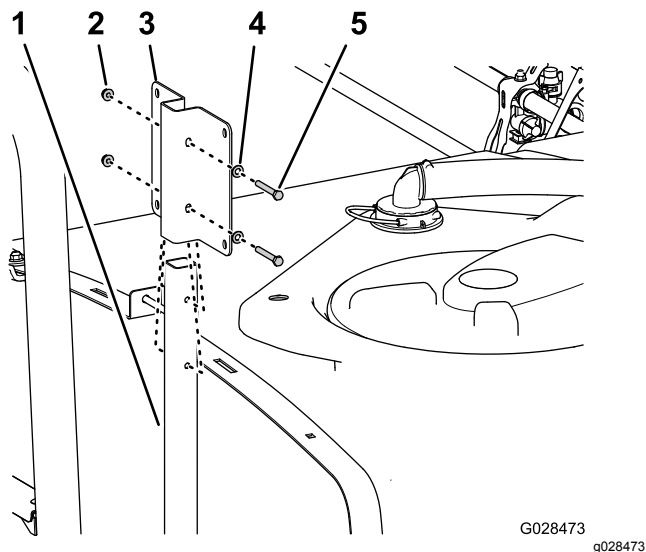

図 36
1. 真水タンクのマウントについている穴をサポートチューブの穴に合わせる 図 36。
2. マウントをチューブ 図 36 に固定するフランジヘッドボルト5/16 x 2 1/4"2本、ワッシャ5/16"2枚、フランジロックナット5/16"2個を使用する。